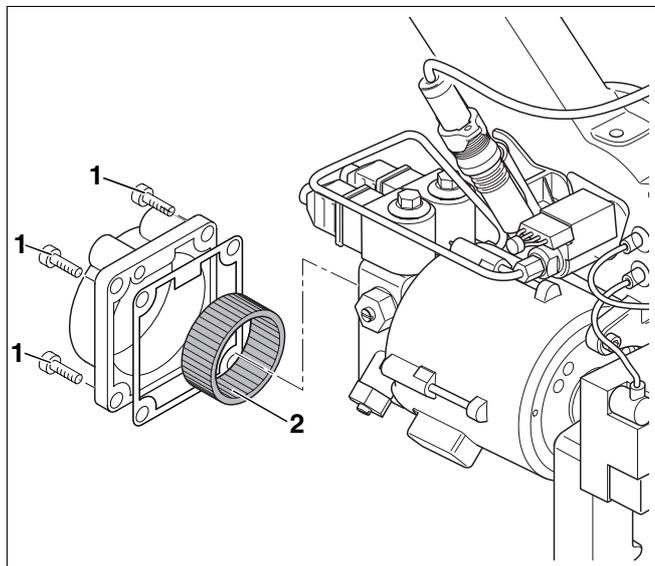

Fig. 66 Controllare il filtro della pompa del gasolio
- Allentare le 4 viti ad esagono cavo sul lato superiore (fig. 66, **pos. 1**).
- Sfilare il filtro della pompa del gasolio (fig. 66, **pos. 2**), tirando in avanti.
- Pulire il filtro della pompa gasolio (fig. 66, **pos. 2**) con benzina da lavaggio eventualmente sostituirlo e rimontarlo nella pompa del gasolio.